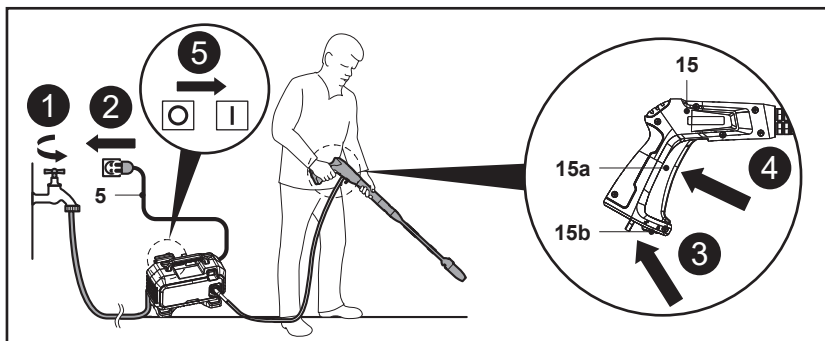

Fig. 11
1. Deschide robinetul pentru a lăsa apa să curgă în pompă (Fig. 11, pasul 1).
2. Conectează cablul de alimentare (5) la sursa de alimentare, după ce te-ai asigurat că ai pus comutatorul de pornire / oprire (3) în poziția oprit (Fig. 11, pasul 2).
3. Trage spre spate mecanismul de blocare a declanșatorului (15b) din partea de jos a pistolului pulverizator (15) pentru a debloca declanșatorul pistolului pulverizator (15a) (Fig. 11, pasul 3).
4. Apasă complet declanșatorul (15a) până când există un flux constant de apă pentru a elimina aerul din aparat și din furtunul de alimentare cu apă (Fig. 11, pasul 4). Apoi eliberează declanșatorul pistolului pulverizator (15a).
5. Pornește aparatul prin apăsarea comutatorului de pornire / oprire (3) la poziția „I” (Fig. 11, pasul 5).